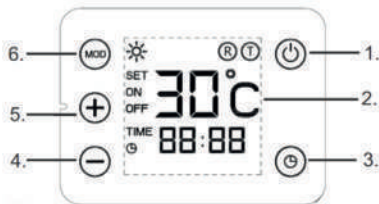
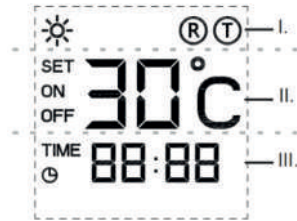

Figure 2
Figure 3
### DESCRIPTION DU PANNEAU DE CONTRÔLE - VOIR FIGURE 2
### DESCRIPTION DE L'AFFICHAGE LED - FIGURE 3
**1.** Pour allumer l'appareil, appuyez sur le bouton d'alimentation ON / OFF (Figure 2, pos. 1). Pour éteindre l'appareil, appuyez de nouveau sur le bouton d'alimentation ON / OFF (Figure 2, pos. 1), puis l'inscription OFF reste allumée pour indiquer que l'appareil est en mode veille.
- Appuyez sur le bouton de mode (Figure 2, pos. 6) pour choisir entre le mode de température ambiante (lettre R) et le mode chauffe-serviettes (lettre T), l'icône correspondante s'allumera. Ensuite, configurez :
- Si vous choisissez T, l'écran LED (Figure 2, pos. 2) affiche la température de la surface du porte-serviettes. Appuyez sur le bouton plus (Figure 2, pos. 5) ou sur le bouton moins (Figure 2, pos. 4) pour régler la température du porte-serviettes dans la plage de 40 à 70 degrés Celsius. L'affichage clignotera et sortira après 5 secondes.
- Après 2 minutes d'inactivité de l'affichage (Figure 2, pos. 2), seules les icônes « ON » et « T » du mode porte-serviettes seront affichées, il entre en état semi-éclairé.
- Si vous choisissez R, l'écran LED (Figure 2, pos. 2) affiche la température actuelle de la pièce.
- Appuyez sur le bouton plus (Figure 2, pos. 5) ou sur le bouton
moins (Figure 2, pos. 4) pour régler la température souhaitée dans la pièce dans la plage de 0 à 37 degrés Celsius. L'affichage clignotera et sortira après 5 secondes.
- Pour activer la minuterie, appuyez sur le bouton de la minuterie (Figure 2, pos. 3) sur le panneau de commande. L'indication de la minuterie apparaîtra sur l'affichage dans la zone de la Figure 3, pos. III. Appuyez sur le bouton plus (Figure 2, pos. 5) ou sur le bouton moins (Figure 2, pos. 4) pour régler le temps de compte à rebours entre 1 heure et 24 heures. L'affichage montre le temps dans l'ordre décroissant lorsque l'appareil s'éteindra automatiquement.
- En cas d'inactivité pendant 2 minutes, l'écran LED (Figure 2, pos. 2) se met en mode d'économie d'énergie, toutes les icônes sont éteintes, « ON » est allumé uniquement comme indicateur de puissance. Ensuite, si une touche est enfoncée, l'écran LED (Figure 2, pos. 2) s'allume à nouveau.